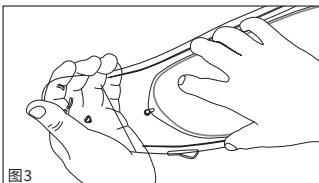

图3
- 如图3所示，将SHOEI DRYLENS插入一侧的按扣安装。